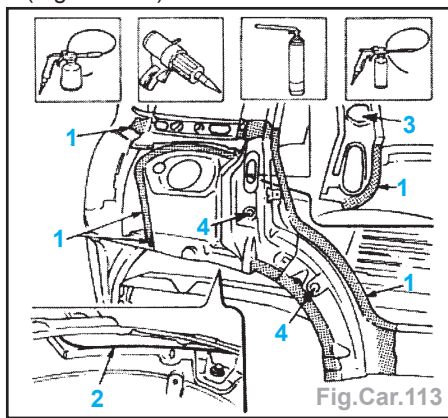

Fig.Car.113
- Appliquer un apprêt d'étanchéité (1) sur les soudures, mastiquer les lignes de jonction (2), mettre de la mousse (3) et effectuer la protection à l'intérieur (4) (Fig.Car.113).